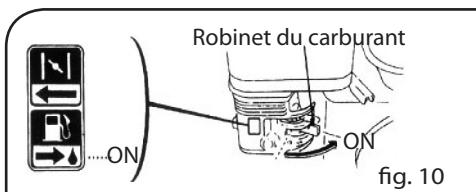

fig. 10
6. Placer le robinet du carburant sur la position ON (ouvert) (Fig. 10).